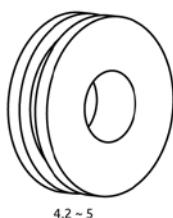

Рис. 8.9. Ролики.
- При значительном износе канавки подающего ролика (См. рис. 8.9) необходимо одновременно заменить два подающих ролика.